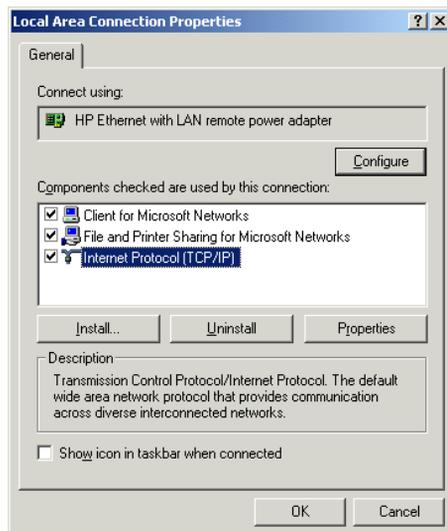

Figura 39 Finestra Local Area Connection Properties
- 3 Nella finestra di dialogo '**Local Area Connection Properties**' (vedere la Figura 39) fare clic sul tasto **Configuration** per assicurarsi che il dispositivo funzioni correttamente.